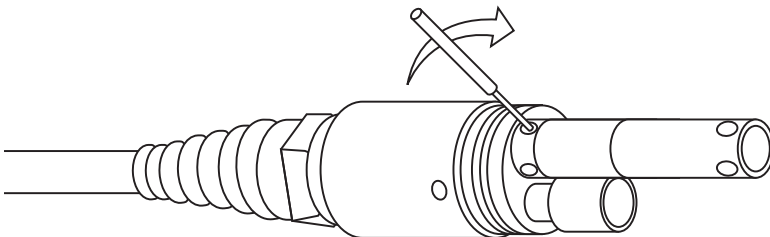

Abbildung 5 Installationswerkzeug zum Festziehen der Edelstahl-Haltemutter des Leitfähigkeits-/Temperatursensors.
6. Wenn die Mutter vollständig installiert ist, sitzt sie flach an der Schottverschraubung. Benutzen Sie nun das Werkzeug, das dem Sensor beilieg, um die Mutter eine weitere viertel bis halbe Umdrehung zu drehen, damit sie sich nicht löst (Abbildung 5). **NICHT zu fest anziehen.**